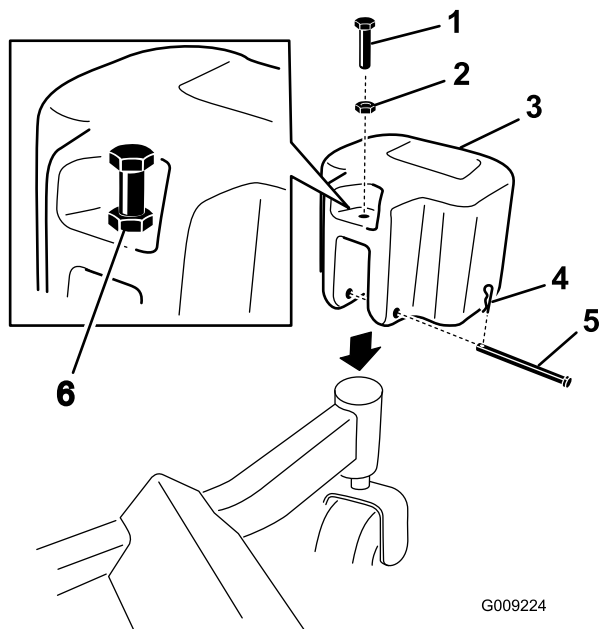

Bild 31
1. Montieren Sie Laufradbollast mit einem Lastösenbolzen und einem Splint an den vorderen Laufrädern (**Bild 31**).
2. Installieren Sie die Mutter ($\frac{3}{8}$ ") auf jeder Gewindeschraube ($\frac{3}{8}$ " x $1\frac{3}{4}$ ") und setzen Sie die Gewindeschrauben in jede Ballast ein (**Bild 31**).